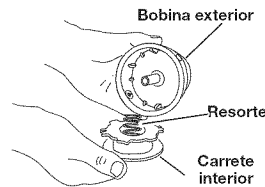

Fig. 15
2. Saque el carrete interior de la bobina exterior (Fig. 15).
3. Saque el resorte del carrete interior (Fig. 15).
2. Saque el carrete interior viejo de la bobina exterior (Fig. 15).